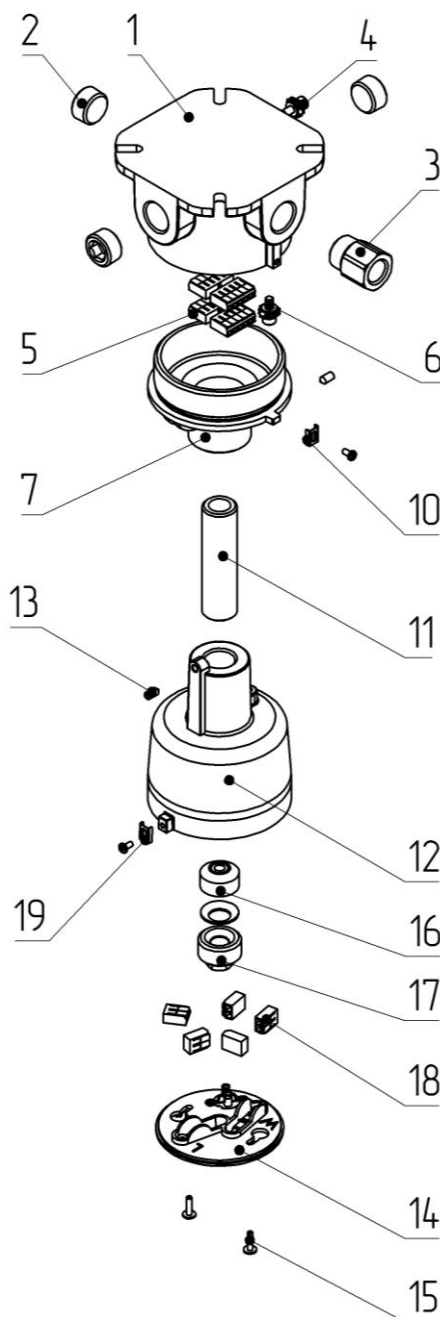

Рис.8
7.6.10 Для монтажа на потолок с трубой (Тип крепления 2СР) (рис.8).